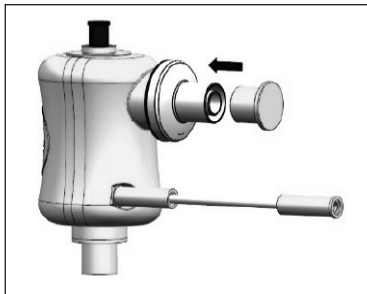

Abb. 6
4. Um 0% gleich 100 % zu liefern, die in der Packung vorhandene Kappe auf den Lufteinlassfilter aufsetzen (siehe ABBILDUNG 6).